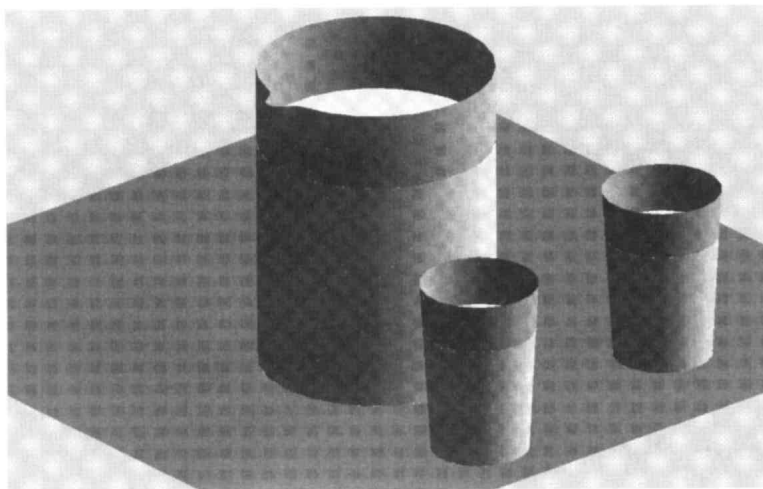

图 7-5
- Render (渲染) 这一渲染选项不支持阴影、位图文件、透明材质和其他一些高级渲染特性。你只能用它来做快速初步的渲染。图 7-5 是一个渲染的例子。